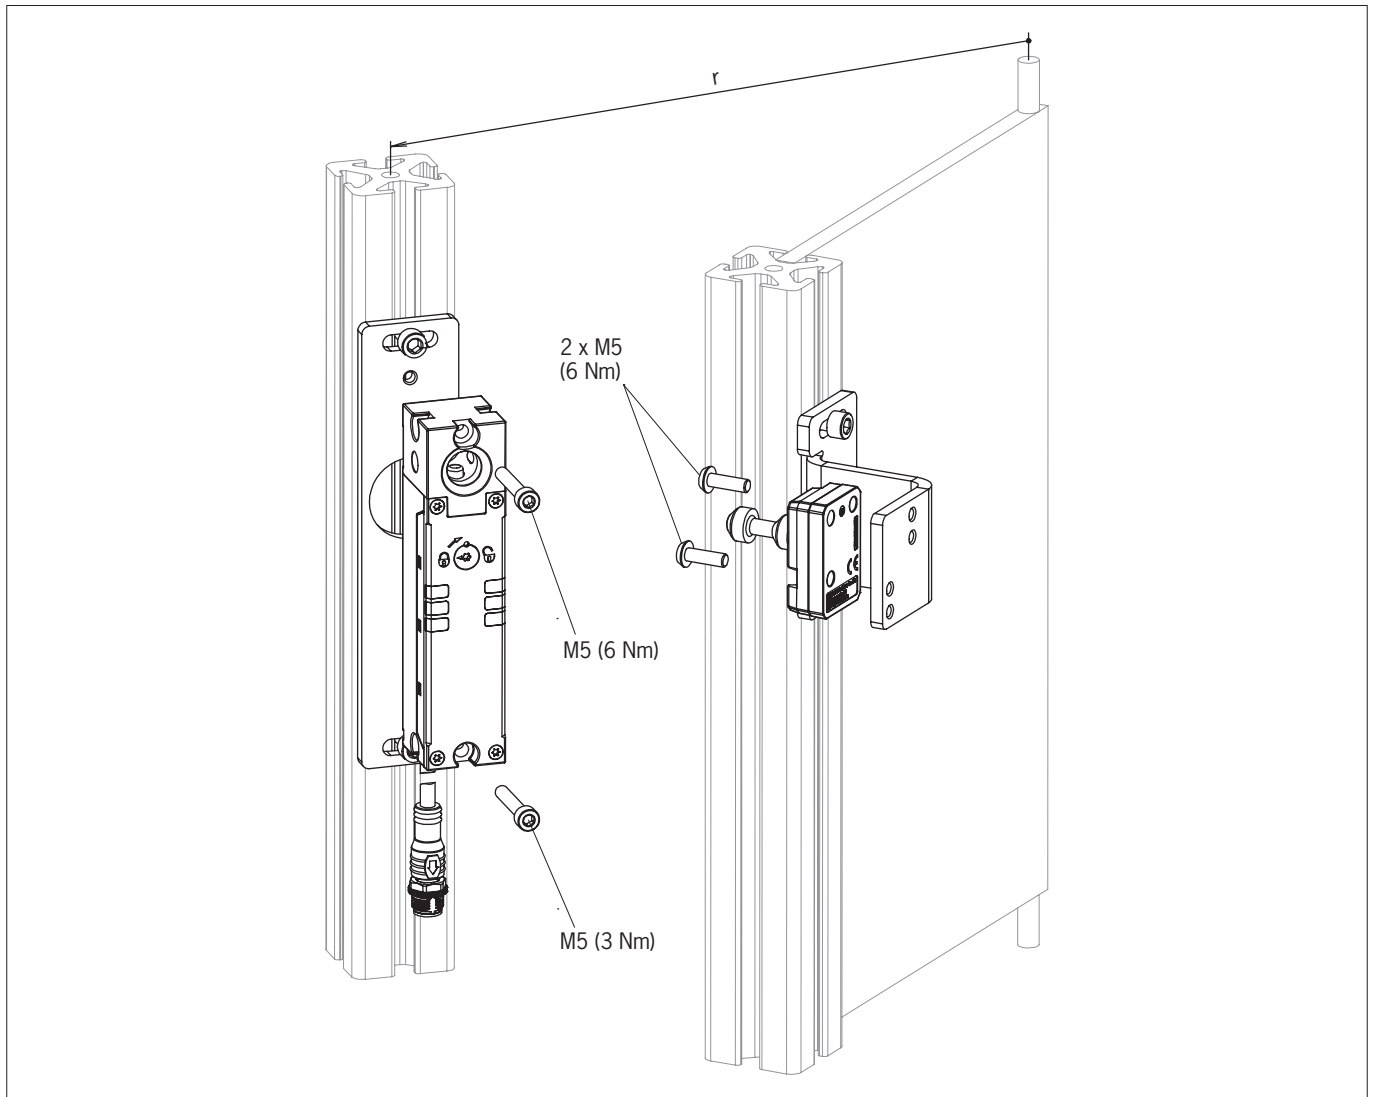

Fig. 3: Ejemplo de montaje
- › Tenga en cuenta el par de apriete para la fijación del interruptor y del actuador (véase Fig. 3):